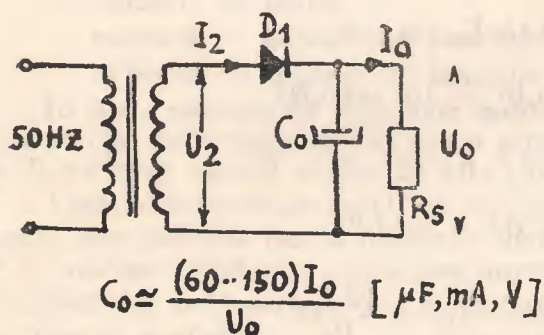
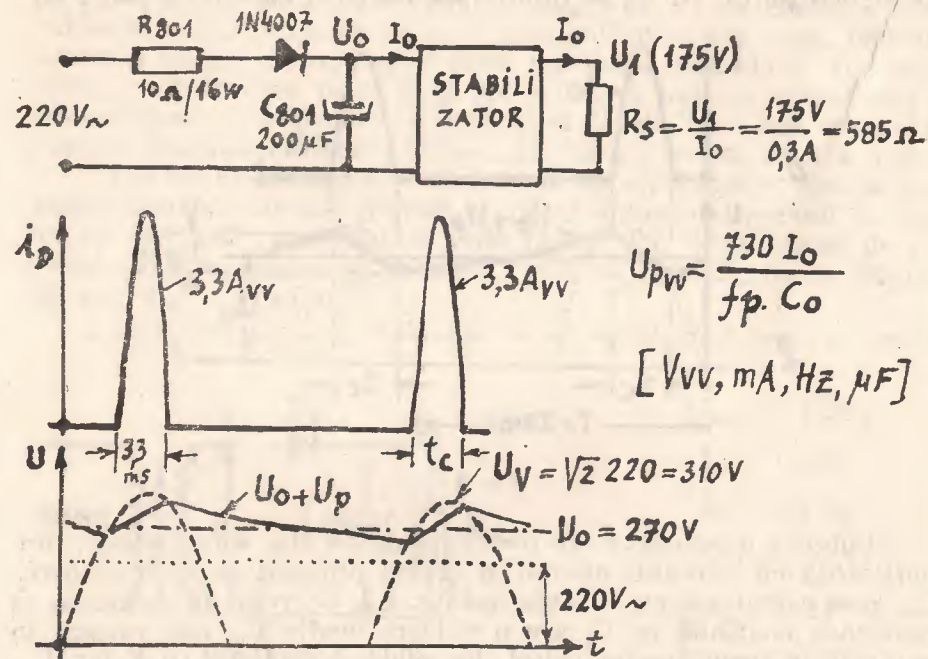

Fig. 4.2.
Fig. 4.4.
2. Redresorul monoalternanță cu capacitate de filtraj (v. fig. 4.2)
Pulsația alternativă are frecvența de 50 Hz , amplitudinea proporțională cu curentul debitat și invers proporțională cu valoarea C_0 , și se calculează cu formula din fig. 4.2. Se vede de asemenea că tensiunea continuă pe C_0 are o valoare medie U_0 , dar variază în realitate în jurul acestei valori. De pildă dacă $U_0 = 10 \text{ V}$ iar $U_{p\text{VV}}$ (tensiunea de pulsație) este de 2 V_{VV} , tensiunea U_0 variază între 11 V și 9 V sub forma unui dinte de ferăstrău avînd un flanc crescător cu durata de 3 ms și o parte descrescătoare cu durata de 17 ms (perioada T corespunzătoare frecvenței de 50 Hz fiind 20 ms).
● Redresorul monoalternanță din televizoarele ultimelor 15 ani este o aplicație tipică a schemei din fig. 4.2. În fig. 4.4. a. se arată schema simplificată a redresorului de rețea din TV cu 2, 4, 5, 6, CI.
Tensiunea continuă U_0 este de cca. 270 V , cînd tensiunea de rețea este 220 V iar pulsația alternativă este de cca. 22 V_{VV} la un curent debitat de $0,3 \text{ A}$. Dioda redresoare este străbătută de pulsuri de curent cu amplitudinea de $3,3 \text{ A}_{\text{VV}}$ cu durata de $3,3 \text{ ms}$. Aceste pulsuri pot fi măsurate cu un osciloscop conectat paralel cu rezistența R_{801} de 10 ohmi la bornele căreia se vor vedea pulsuri de tensiune de 33 V_{VV} de o formă aproape sinusoidală (vezi fig. 4.4.b). Pulsația măsurată tot cu osciloscopul pe C_0 este arătată în fig. 4.4.c. Avînd o amplitudine de 22 V_{VV} înseamnă că tensiunea pe C_0 variază între 259 și 281 V avînd o valoare medie măsurabilă de 270 V .